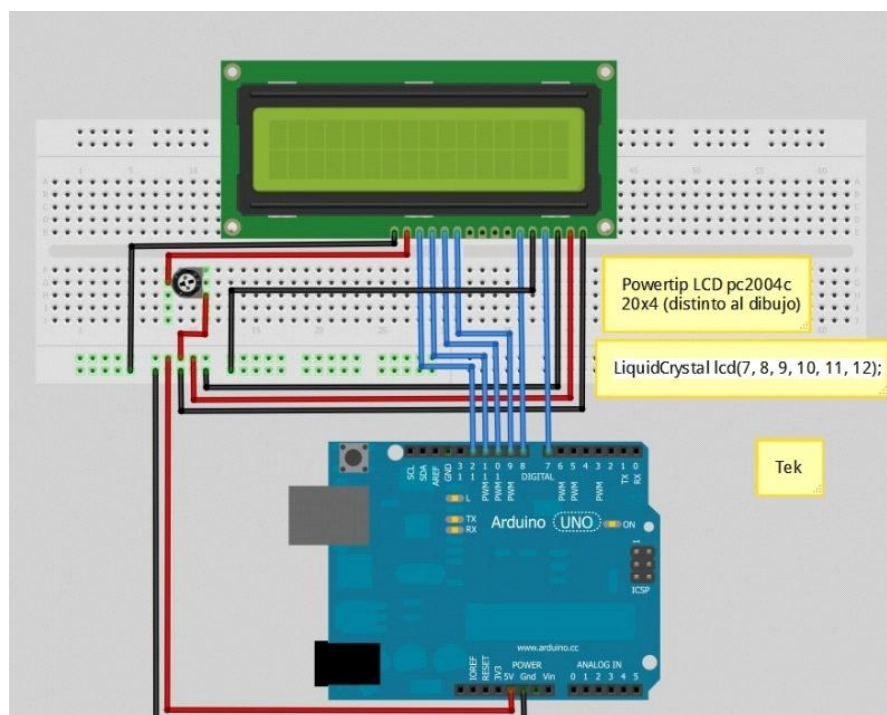

Рисунок 2.3 – Схема підключення LCD дисплея до Arduino по паралельному інтерфейсу
- передача даних 4-х розрядним паралельним цифровим кодом (схема підключення рис.2.3).